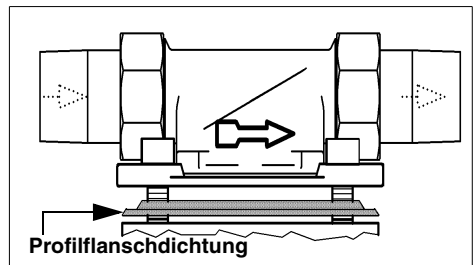

Abb. 3: Einbaudrehflansch
**Der Einbaudrehflansch muss in Fließrichtung installiert werden. Diese ist durch einen eingegossenen Pfeil gekennzeichnet (siehe Abb. 3).**
Das Profil der Profiflanschdichtung muss zum Einbaudrehflansch zeigen (siehe Abb. 3). Wird dies nicht beachtet, so kann es zu Undichtheiten und zum Austreten von Wasser kommen. Dabei können Wasserschäden an Haus und Einrichtung entstehen.